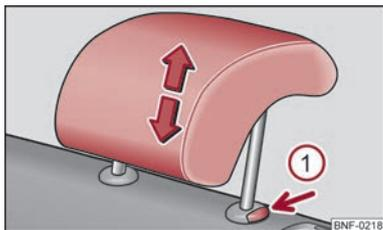

Fig. 34 Poggiatesta posteriori: regolazione / estrazione
- Afferrare lateralmente il poggiatesta con entrambe le mani e tirarlo verso l'alto nella posizione desiderata → fig. 34.
- Per abbassare i poggiatesta è necessario premere con una mano e mantenere premuto il tasto di bloccaggio ① e con l'altra mano spingere verso il basso il poggiatesta.